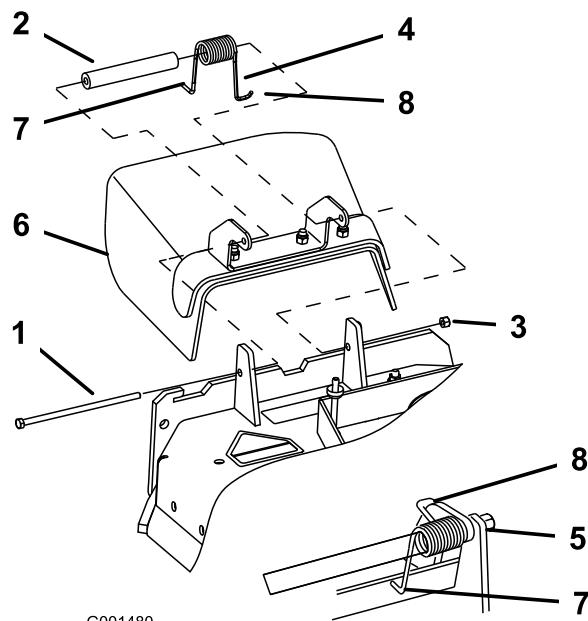

Figura 70
Nota: Asegúrese de colocar el extremo en L del muelle detrás del reborde de la carcasa antes de instalar el perno, según se muestra en la Figura 70.
3. Instale el perno y la tuerca. Coloque el extremo en J del muelle alrededor del deflector de hierba (Figura 70).
1. Retire la contratuerca, el perno, el muelle y el espaciador que sujetan el deflector a los soportes de pivote (Figura 70). Retire el deflector de hierba dañado o desgastado.